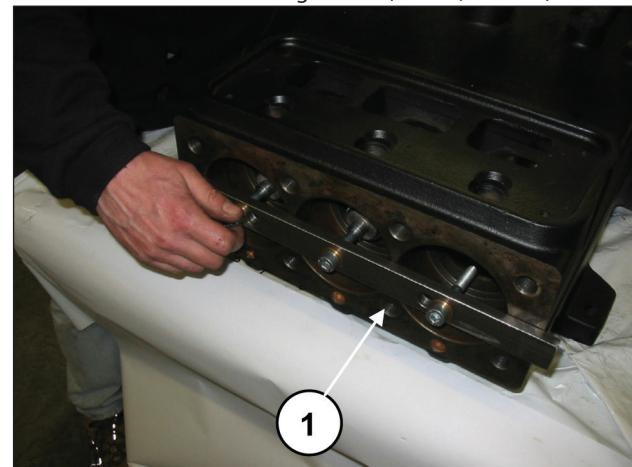
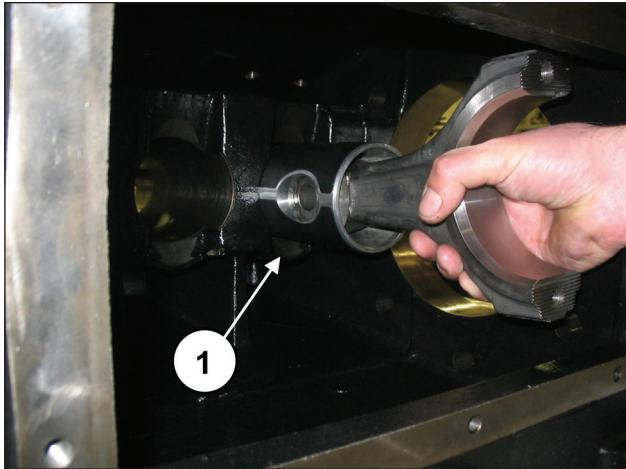

Abb. 32
Abb. 33
Drehen Sie die Schrauben des Werkzeugs Art. 27566200 zum Lösen der Pleuelstangen ab (Pos. ①, Abb. 32) und ziehen Sie anschließend die Baugruppe Pleuelstange-Kolbenführung von der hinteren Gehäuseöffnung heraus (Pos. ①, Abb. 33).
Nachdem Sie das Gehäuse auf perfekte Sauberkeit überprüft haben, setzen Sie die Baugruppe Pleuelhälfte-Kolbenführung in die Buchsen des Gehäuses ein (Pos. ①, Abb. 33).
Arretieren Sie die drei Baugruppen mit dem entsprechenden Werkzeug Art. 27566200 (Pos. ①, Abb. 32).
Entfernen Sie das Werkzeug zur Sicherung der Pleuelstangen Art. 27566200 (Pos. ①, Abb. 32).